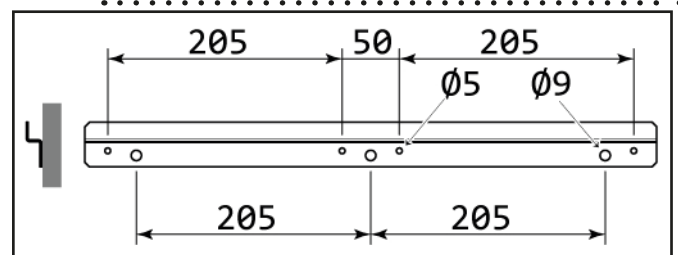

Abb.3 - Bohrungen und Positionierung des Wandbügels
- Den in der Ausstattung gelieferten Bügel als Maske für die Markierung der Bohrungen an der Wand verwenden, wie in Abb. 3 dargestellt.
- An der Wand 3 Bohrungen von Ø10mm und 65mm Tiefe, wie die Abb.3 zeigt, ausführen. Alternativ können kleinere Schrauben (nicht geliefert), benutzt werden, unter Verwendung den vier Bohrungen von Ø5mm.